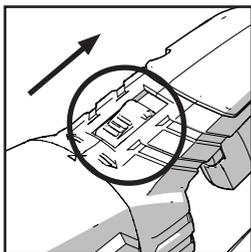

Fig. 8
- Należy przesunąć przycisk obrotu uchwytu do tyłu i przytrzymać. **(Rys. 8)**